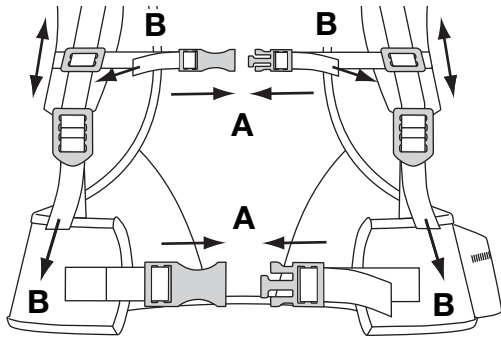

Fig. 18
2. Cierre los soportes de la cintura del sistema de suspensión uniendo las presillas de los soportes de la cintura y los hombros (Fig. 18, A).
4. Tire de las manijas de los soportes de los hombros para apretar los soportes de los hombros (Fig. 18, B).